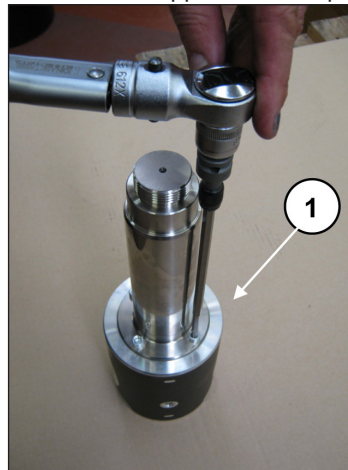

Fig. 37
Per separare lo stelo dal guida pistone occorre svitare le viti a testa cilindrica M6 mediante apposita chiave (pos. ①, Fig. 37).